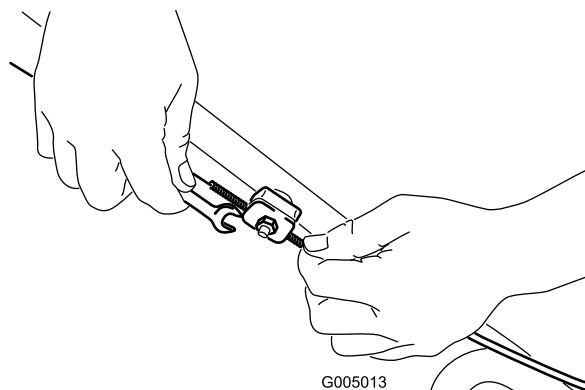

Figura 37
1. Allentare il dado del supporto cavo (Figura 37).